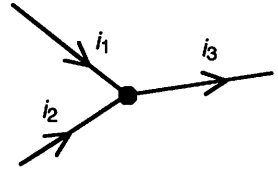

Figure 3.4 Nœud N
1) La somme des courants qui arrivent à un nœud est égale à la somme des courants qui en partent. Exemple (Fig. 3.4) :
2) La somme algébrique des courants aboutissant à un nœud est nulle. Exemple (Fig. 3.4) :